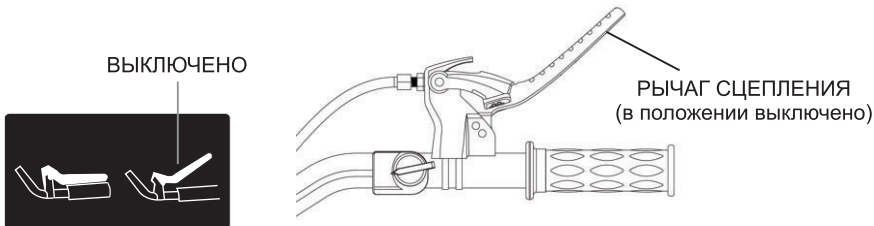

Рис. 17
- Выключите сцепление, отпустив рычаг сцепления в положение «ВЫКЛЮЧЕНО» (рис. 17).